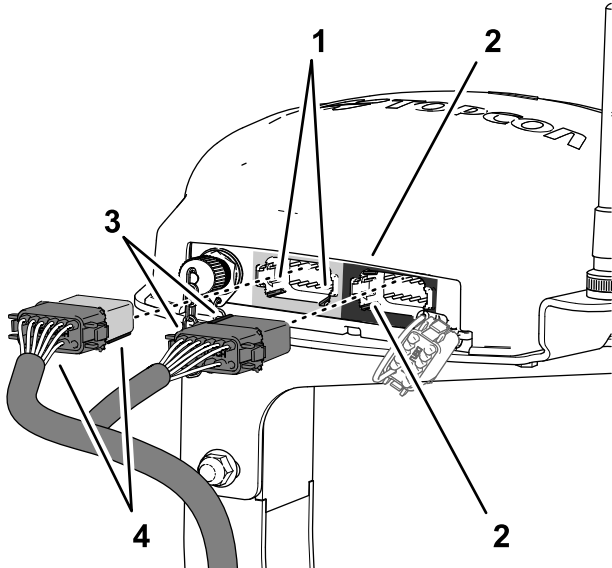

図 200
灰色 12ピンコネクタの底部の水平面にある2本のスロットに合わせて接続する図 200。
- データ用ハーネスの灰色と黒色の12ソケットコネクタを、ナビゲーション受信機の左側灰色12ピンコネクタに接続する。カチッと音がしてロックするまで押し込むこと図 200。
- データ用ハーネスの黒色の12ソケットコネクタの短い方にある2本の整列キーを、ナビゲーション受信機の右側黒色12ピンコネクタにある2本のスロットに合わせて接続する図 200。
- データ用ハーネスの灰色と黒色の12ソケットコネクタを、ナビゲーション受信機の左側灰色12ピンコネクタに接続する。カチッと音がしてロックするまで確実に押し込むこと図 200。